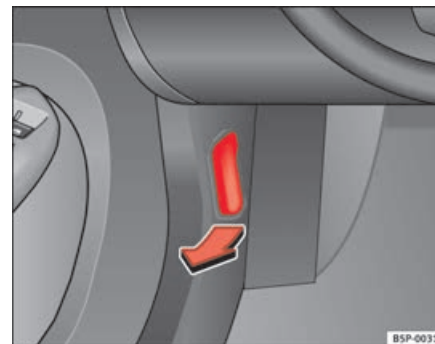

Fig. 163 Pormenor da zona dos pés do lado do condutor: alavanca para a destrancagem do capot.
- Puxar a alavanca que se encontra debaixo do painel de instrumentos ⇒ **página 221, fig. 163** no sentido indicado pela seta. O capot fica destrancado pela acção da mola ⇒ .